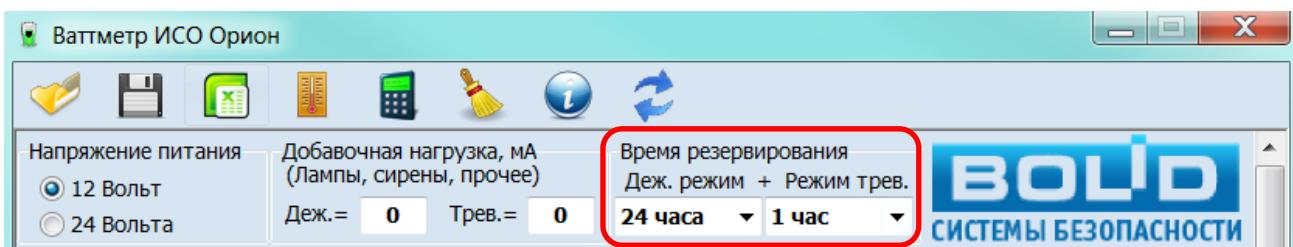

Рисунок 3. Выбор времени резервирования
- 4.2 Выбрать необходимое время резервирования в дежурном режиме и в режиме тревоги (рис.3).